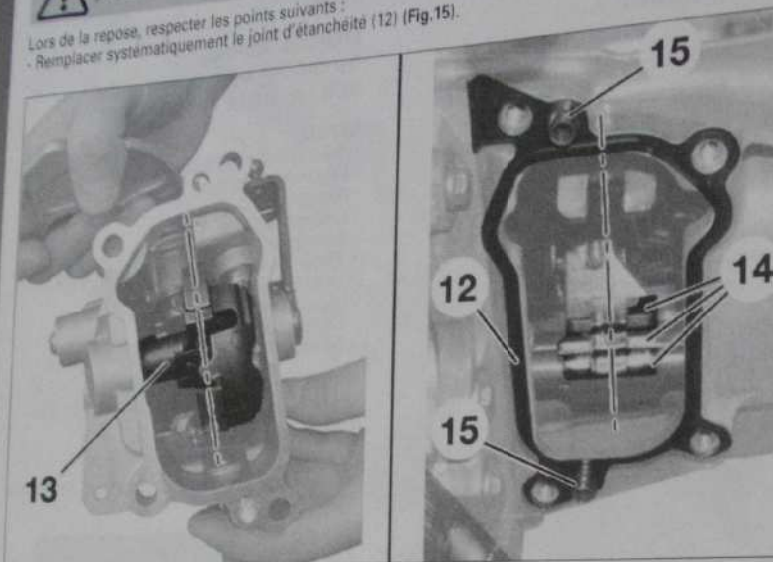

Fig. 15
- Remplacer systématiquement le joint d'étanchéité (12) (Fig.15).